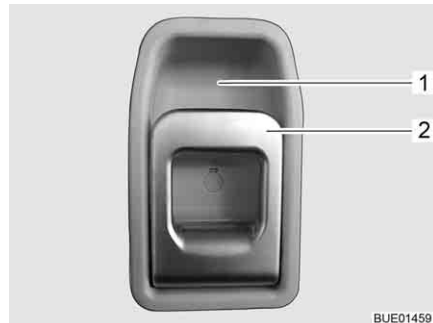

Fig. 31 Cerradura de la puerta de entrada, en el interior
- Tirar del tirador (Fig. 31,2). Se desbloqueó la cerradura de la puerta.
- Presionar la parte superior del tirador (Fig. 31,2) hacia el alojamiento del tirador (Fig. 31,1).